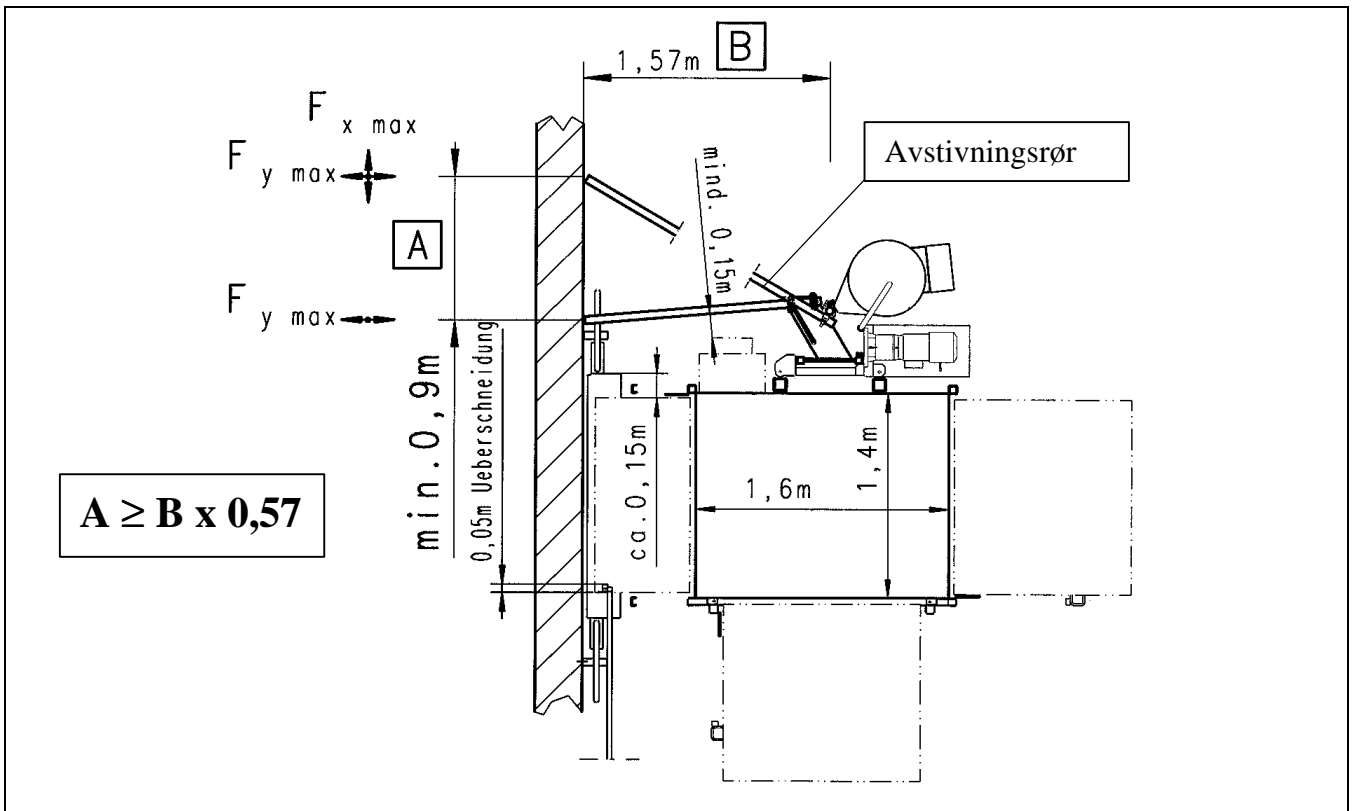

Fig. 23 Montering foran en vegg
- Basisenheten må oppstilles på lastfordelende og jevnt underlag i bærepunktene (bæretallerkener for spindlene og fremfor alt i fotstykkets bærepunkt under masten) og rettes inn i henhold til Fig. 23/24. (Ha underlagets bæreevne for øyet)